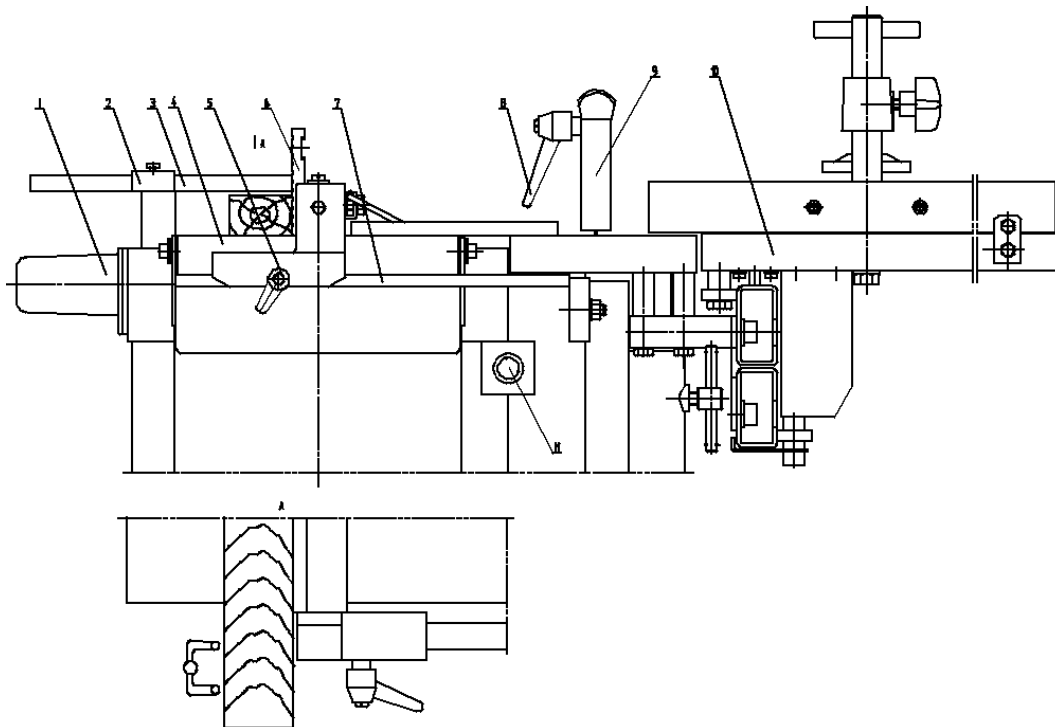

Рис.9
Строгание поверхности (Рис.9)
Предупреждение: Поверните гладкую поверхность направляющей 7 влево (Рис.9) для демонтажа пилы, сверла и кожуха фрезы. Установите кожух пилы и крышку вала. Переведите кнопку 1 в положение R (Рис.14).
- Оператор во время работы занимает положение, указанное на Рис. 9.
- В случае внезапной неполадки или несчастного случая нажмите кнопку Е (11).
- Выньте сверло и пильное полотно (диск), установите кожух шпинделя 1 и крышку 9 (Рис.9)
- Снимите лезвие пилы, поставьте крышку 9, как показано на Рис. 9. Закройте вал направляющей 3.
- Снимите кожух вала 1 (Рис.9).